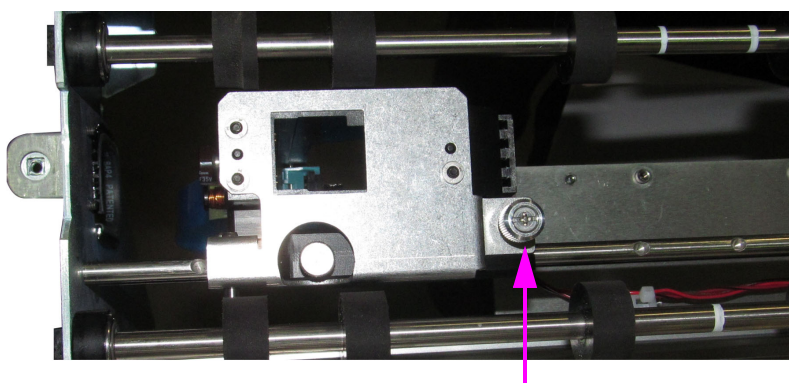

図 5-9 : グラフィックプリンタのインターロック機構
- プリンタブロックを回転させながらスタッカーのカバー内に戻し、つまみネジを締めます。IMTECH 製プリンタのドアはインターロック機構を備えており、つまみネジが完全にかみ合っていないときに作動します (図 5-9 参照)。